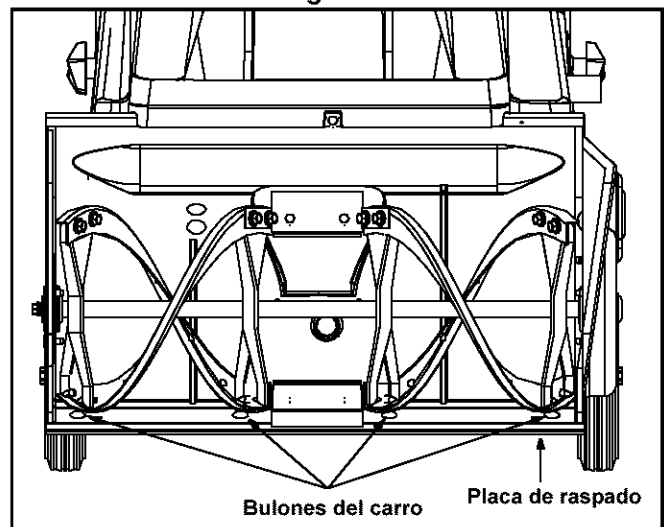

Figura 10
- Para ajustarlas incline la máquina quitanieve hacia atrás de manera que quede apoyada sobre la manija. Afloje las tuercas de seguridad de los bulones del carro que unen la placa de raspado a la caja. Ver Figura 10.
- Saque los cuatro bulones del carro y las seis tuercas hexagonales de seguridad que unen la placa de raspado a la caja de la barrena de la máquina quitanieve. Consulte Figura 10.